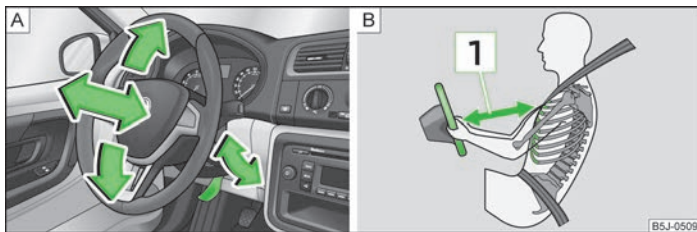

Fig. 78 Volan reglabil: Maneta de sub volan / distanța sigură față de volan
- Respectați o distanță de minim 25 cm **[1]** față de volan » fig. 78 la pagina 77 - **[8]**. Dacă nu se respectă această distanță, sistemul airbag nu își poate exercita eficiența maximă – Pericol!
- Rabatați în jos maneta de sub volan » [fig. 78 - \[A\]](#).